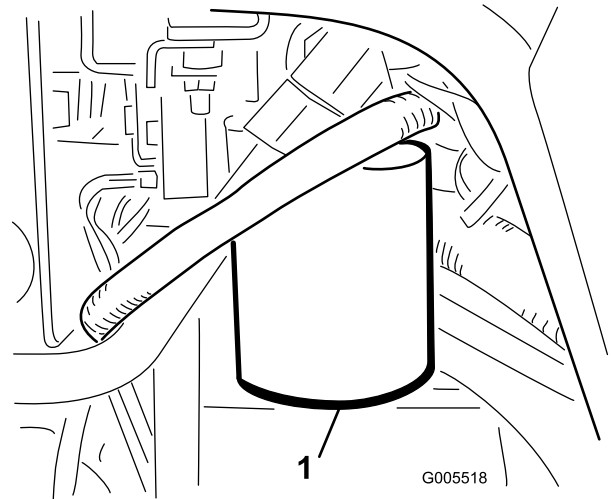

图 56
1. 清洁过滤器安装区周围的区域图 56。在过滤器下面放置一个放油盘并拆下过滤器。